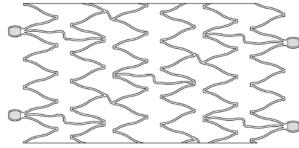

Figura 2 - Stent in nitinolo
- c) Quite el bloqueo de transporte (Figura 2).
- Uno stent impiantabile autoespandibile in lega di nichel-titanio (nitinol), come mostrato in Figura 2. Lo stent è flessibile grazie a una sottile protesi di maglia tubolare, a disegno elicoidale, che raggiunge il suo diametro espanso al momento dell'apertura nel vaso di destinazione. All'apertura lo stent imparsisce una forza radiale verso l'esterno sulla superficie luminale del vaso in modo da fornire pervietà.